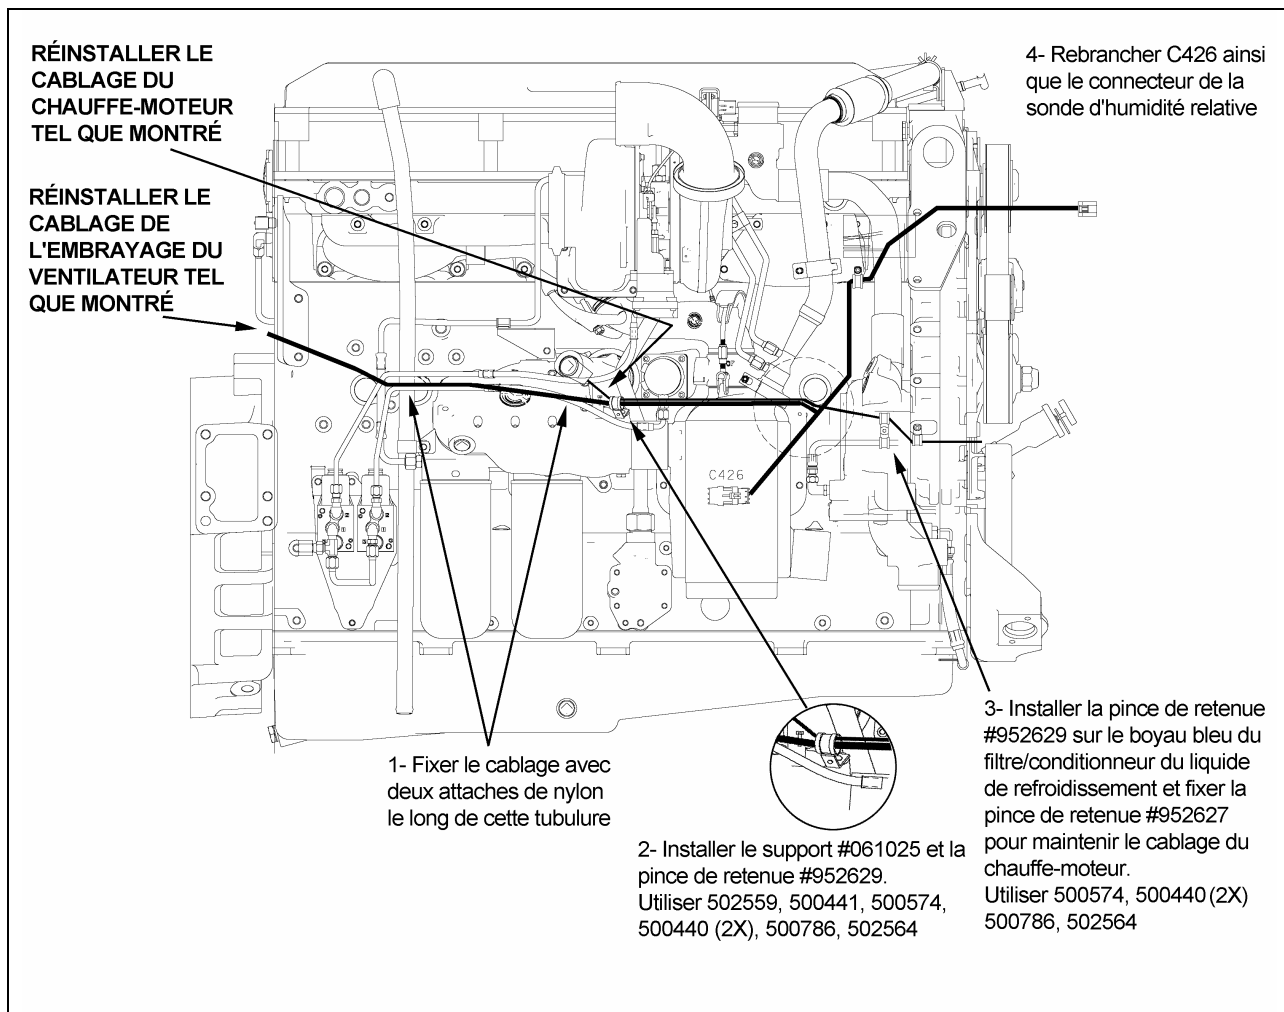

FIGURE 4: RÉACHEMINER LES CÂBLAGES
2. Réacheminer les câblages tel que montré à la figure 4.